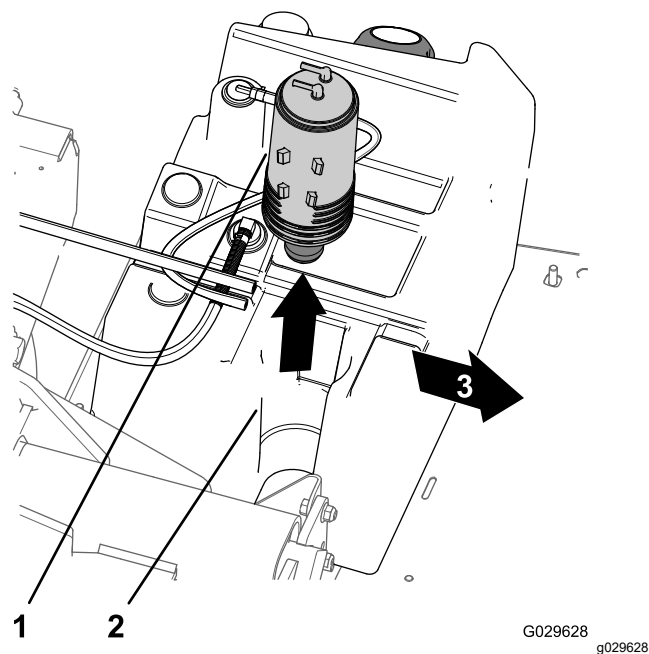

Bild 47
3. Heben Sie den Aktivkohlefilter aus der Aktivkohlefilter-Befestigung im Kraftstofftank (Bild 47).
7. Setzen Sie den neuen Aktivkohlefilter in die Aktivkohlefilter-Befestigung des Kraftstofftanks; die Anschlussstücke „Purge“ und „Fuel Tank“ müssen nach hinten ausgerichtet sein (**Bild 47**).